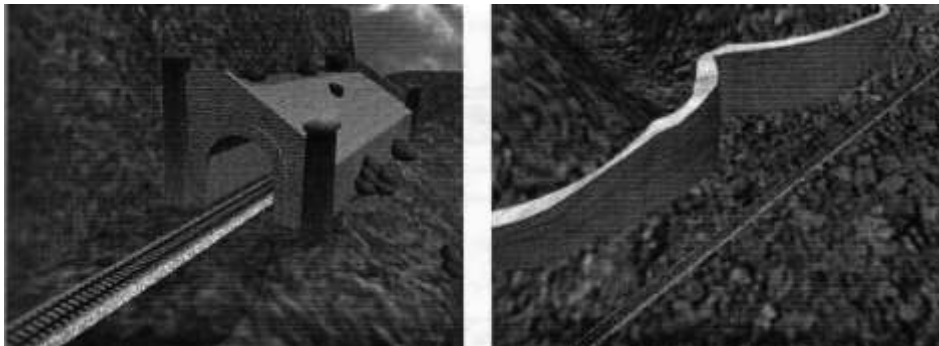

Рис. 48. Искусственные сооружения
**Тест задания:** Назовите, какие искусственные сооружения показаны на рис. 48. Расскажите об их конструкции.